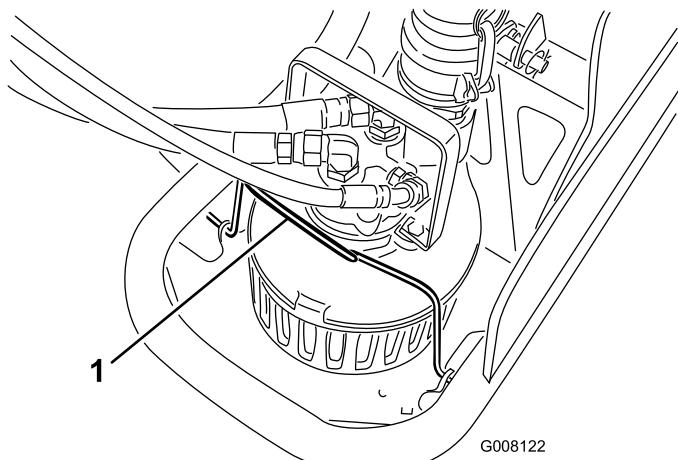

Figura 14
4. Ruotate in avanti la fascetta di fermo della pompa (Figura 14).